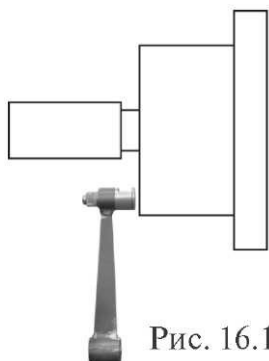
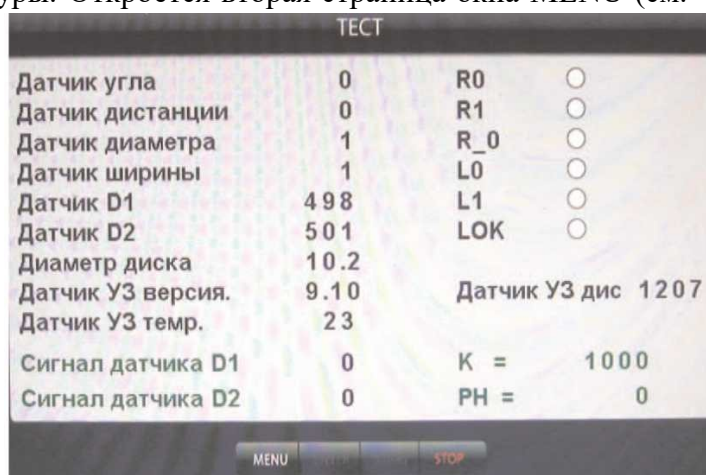

Рис. 16.1
рис.21.1
20.1.1. Калибровка тракта измерения дистанции. Для оценки погрешности устройства ввода дистанции выдвиньте штангу ввода параметров и уприте рукоятку в задний торец фланца вала, как показано на рис. 16.1. При этом на экране ввода геометрических параметров (см. рис.10.2) появится величина дистанции. Если величина дистанции не равна 117 ± 5 мм, то устройство ввода дистанции требует калибровки.
Нажмите кнопку «MENU», в открывшемся окне MENU выберите пункт 7 «Далее», нажав кнопку 7 в верхнем ряду клавиатуры. Откроется вторая страница окна MENU (см. рис.16.1). Выберите пункт 3 «Тест», нажав кнопку 3 в верхнем ряду клавиатуры. Откроется окно ТЕСТ рис.21.1.
Все цифры на рис.21.1 имеют иллюстративный характер.